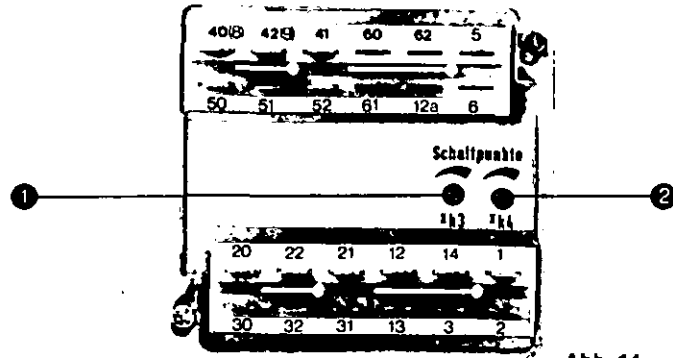

Abb. 14
2.0 KONSTRUKTIVE EINZELHEITEN (Abb. 6 bis Abb. 14)